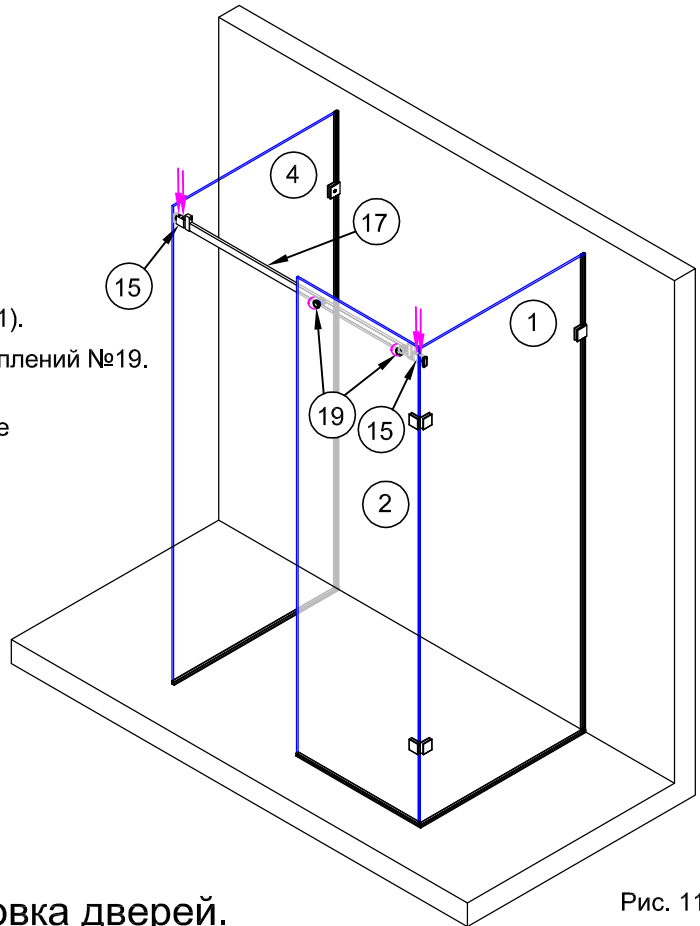

Рис. 11
3.4. Установить рельс собранный в п.3.2. шпильками креплений №19 в отверстия дверной панели №2 (рис.11). Снаружи на шпильки креплений накрутить заглушки креплений №19.
Надвинуть обе обоймы креплений №15 на фиксирующие бобышки. Затянуть все фиксирующие винты креплений рельс - стена №15. Затянуть заглушки креплений рельс - стекло №19. (Рис. 11)